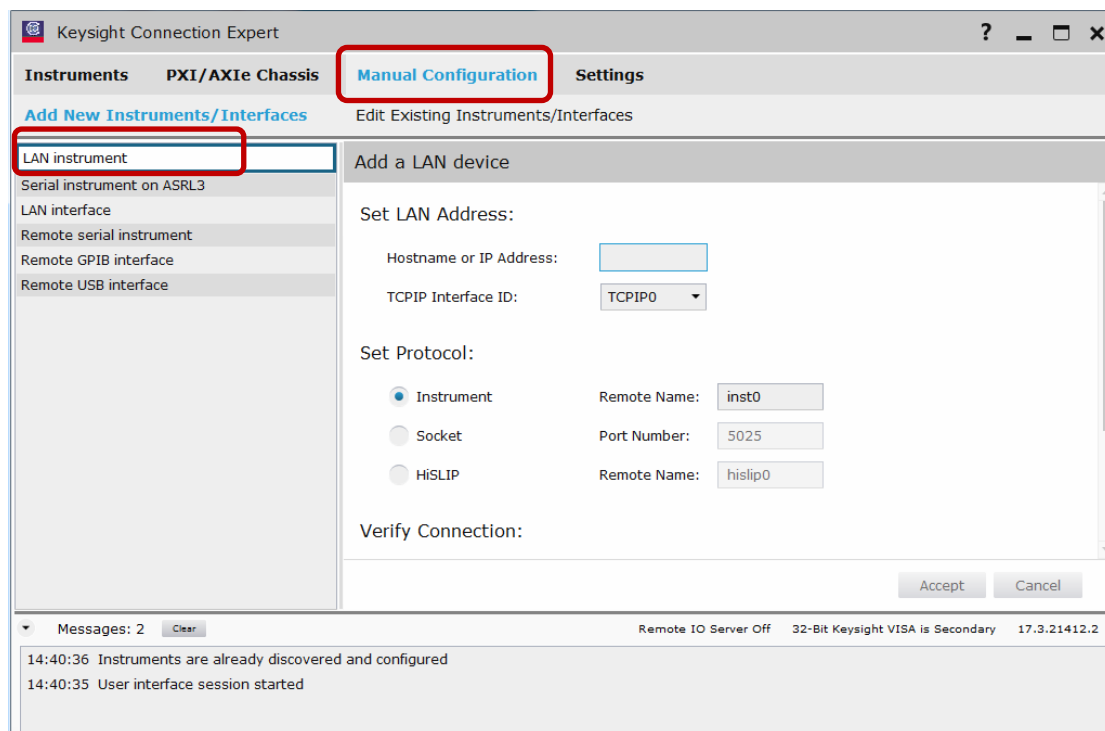

图 6. 配置手持表
1) 如图 6 所示，打开连接软件【Keysight Connection Export】，选择【Manual Configuration】及【LAN Instrument】；